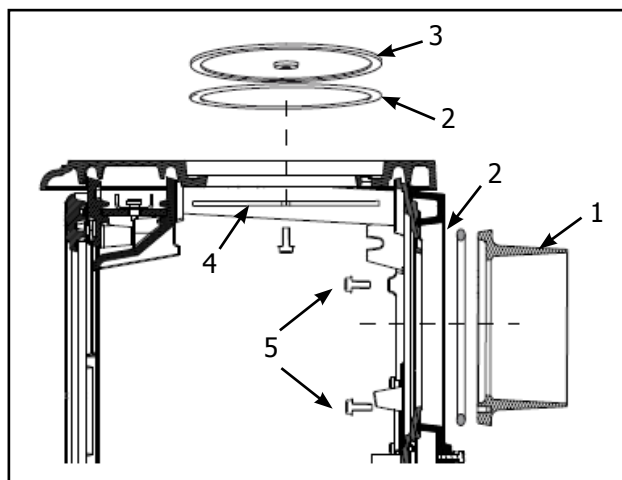

Figure 4 - Départ fumée à l'arrière
2.6 Départ de fumée à l'arrière (Figure 4)
2.9 Pression de fermeture de la porte (Figure 4)